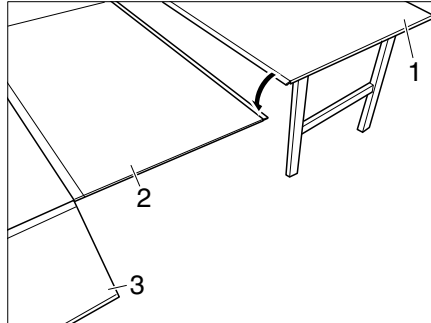
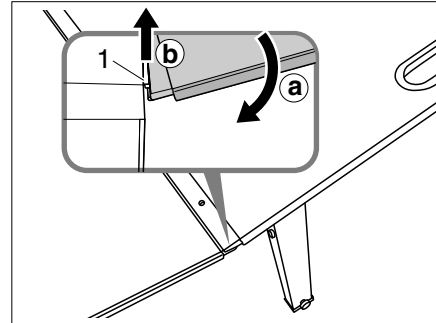

Bild 32 Tischverlängerung einhängen
Bild 33 Tisch einhängen
Die Campbox Sleep (Bild 32,3) lässt sich mit wenigen Griffen zu einer weiteren Schlafmöglichkeit umbauen. Die Campbox muss dazu in das Fahrzeug eingebaut sein (siehe Kapitel 7.7.4).
- Bettverlängerung (Bild 32,2) an der Schiene (Bild 33,1) der Campbox ansetzen und nach unten bewegen (Bild 33,a).
- Beide Schienen an der Verbindungsstelle anheben (Bild 33,b). Die Schienen rasten ineinander ein.
- Tisch (Bild 32,1) in der Tischverlängerung (Bild 32,2) in der gleichen Weise einrasten (Bild 33).